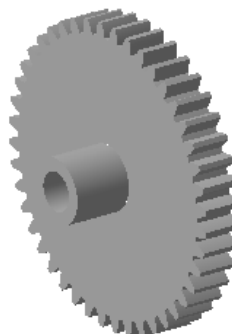

Рисунок 6.10 – Модель зубчастого колеса
5. Створіть об'єкт (рис. 6.10).